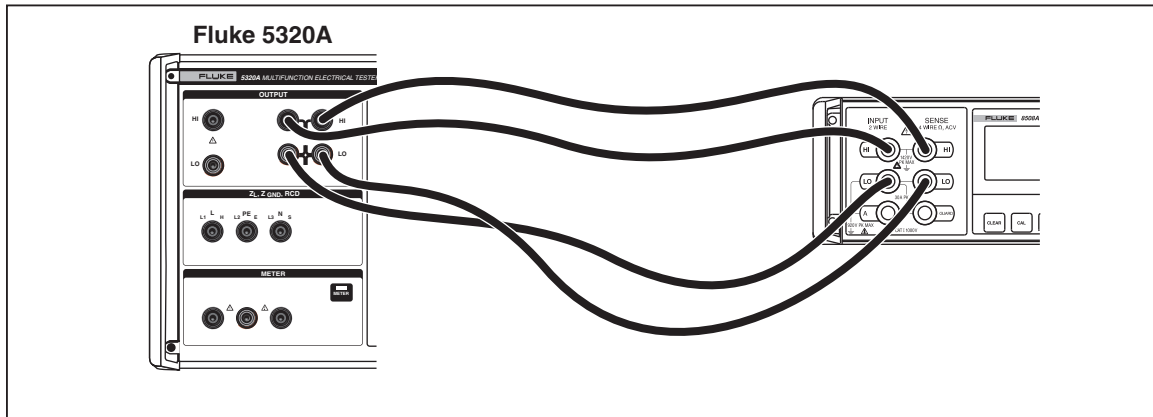

图6-1.低电阻校准连接
1. 将低电阻源输出连接到标准万用表，如图6-1中所示。使用 4 线连接，并设置万用表用于 4 线欧姆测量。